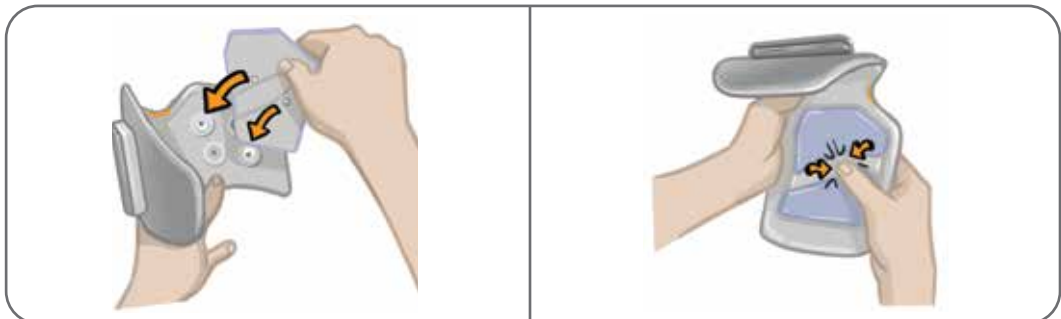

Abbildung 6-4: Ausrichten und Anbringen der Quick-Fit-Elektrode
5. Prüfen Sie, ob die Manschetten-Abdeckkappen eingerastet sind. Richten Sie den orangefarbenen und den blauen Druckknopf auf der Quick-Fit-Elektrode an dem orangefarbenen und dem blauen Loch auf der Unterschenkelmanschette aus. Siehe Abbildung 6-4.
6. Drücken Sie nun kräftig, bis die Quick-Fit-Elektrode sicher in die Unterschenkelmanschette eingerastet ist. Siehe Abbildung 6-4.